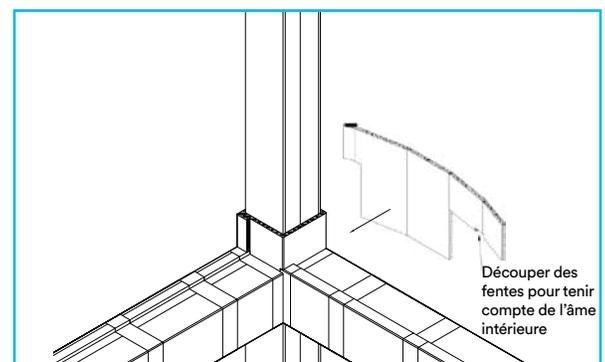

Figure 3
- 3 Une fois que les deux poutres sont recouvertes jusqu'à la colonne, commencer à enrober la colonne. Faire deux entailles dans l'enveloppe endothermique pour tenir compte des poutres. Comme l'illustre la *Figure 3*, les entailles doivent permettre à une mince bande d'enveloppe endothermique de chevaucher le joint intérieur entre les poutres. Fixer l'enveloppe endothermique de façon sécuritaire avec du ruban-filaments. Noter que le ruban-filaments est réservé à une utilisation temporaire et, par conséquent, la quantité de ruban et l'espacement à utiliser sont à la discrétion de l'installateur. Les sections d'enveloppe endothermique doivent être étroitement aboutées (l'espace entre les deux sections doit être de zéro pouce si possible). S'il existe un espace supérieur à 3 mm ($\frac{1}{8}$ po), calfeutrer l'espace sur toute la profondeur de l'enrobage avec du Matériau d'étanchéité coupe-feu hydrofuge 3000 WT 3M^{MC}.